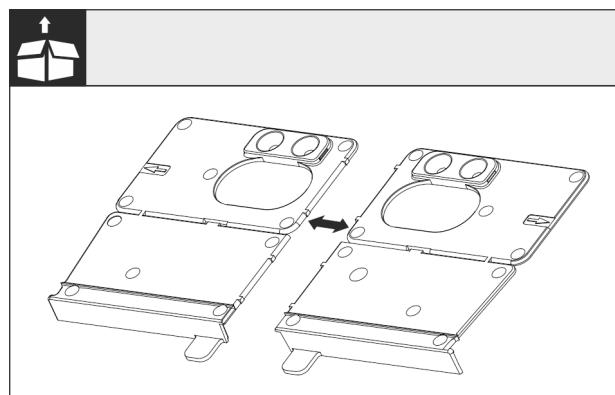

Fig. 27
► Отделите дно монтажного угла Fig. 27() на перфорации.